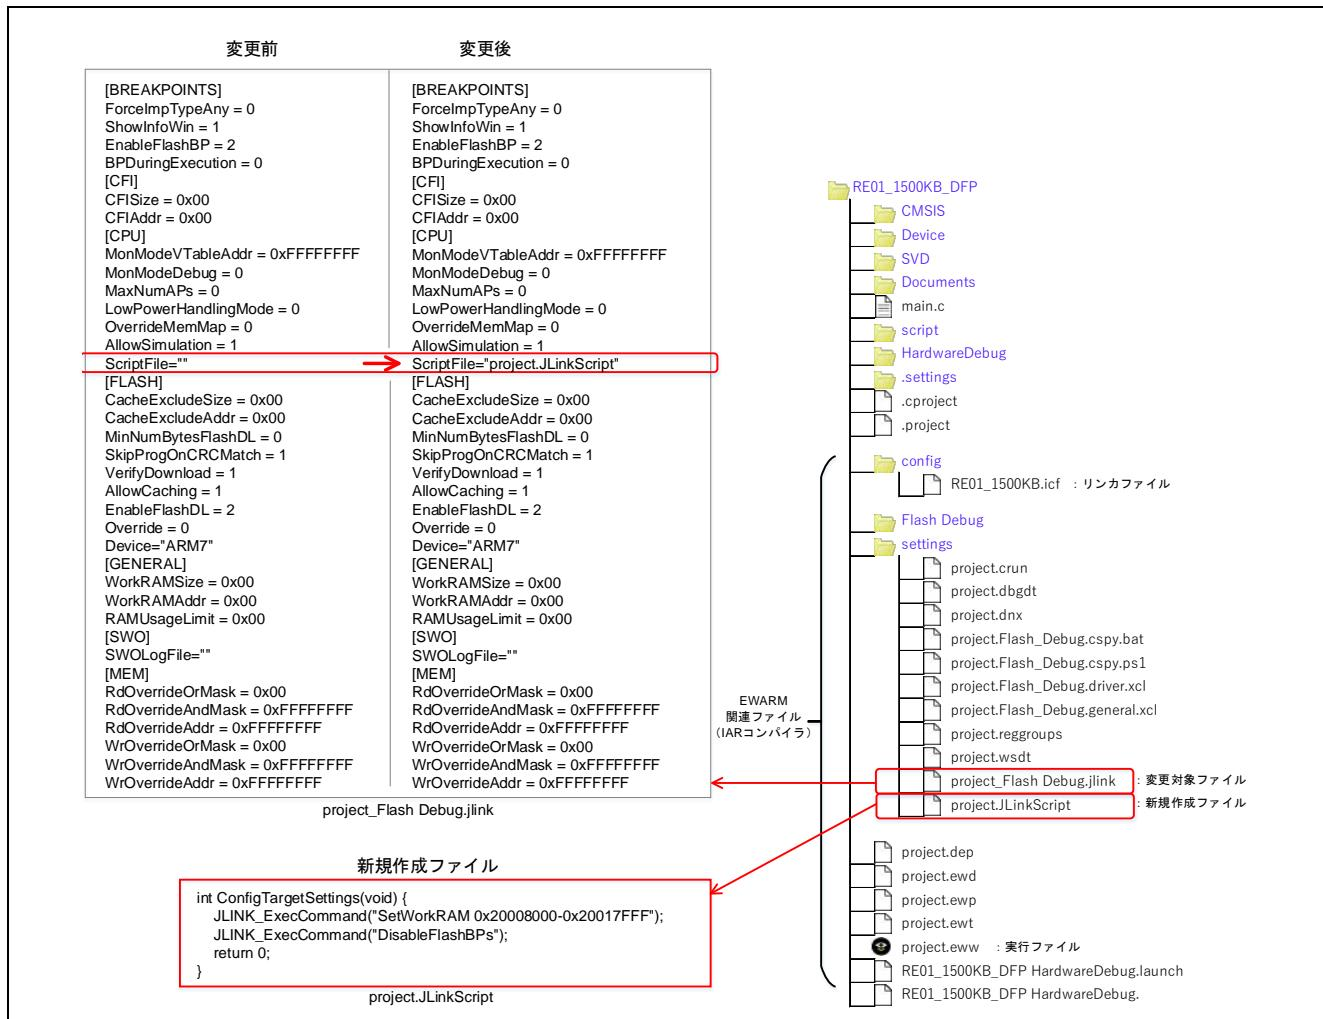

図 9-5 内蔵フラッシュメモリ領域へのソフトウェアブレークポイント設定禁止例 (EWARM)
- EWARM でプロジェクトを開き、初めて J-Link OB を起動すると生成される[プロジェクト名]_Flash Debug.jlink ファイルを図 9-5 を参考に編集し、任意の名前のスクリプトファイルを新規作成してください。